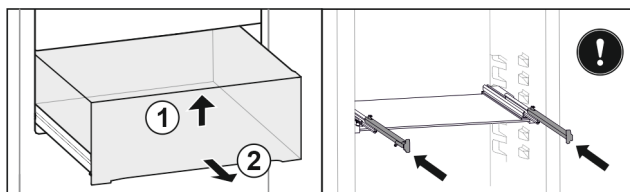

Fig. 66
- ▶ Ridicați sertarul în față. Fig. 66 (1)
- ▶ Extrageți sertarul spre înainte. Fig. 66 (2)